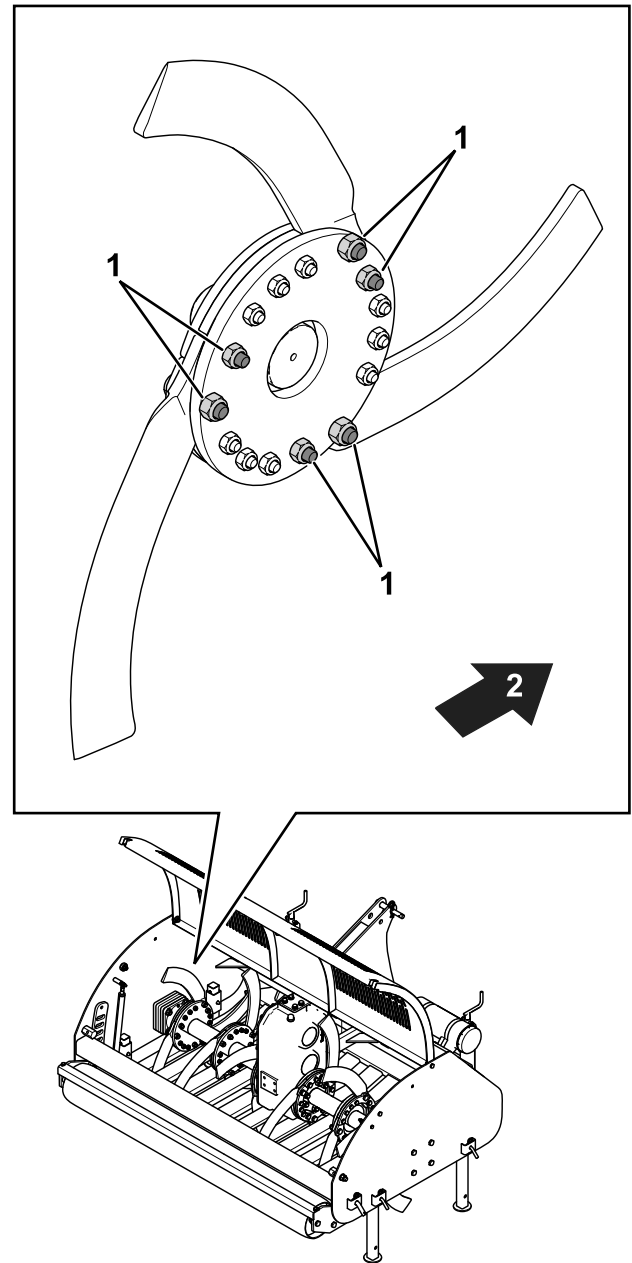

Figure 4
8. Retirez les fixations indiquées à la Figure 4.
9. Installez les lames à l'aide des fixations, comme montré à la Figure 4.